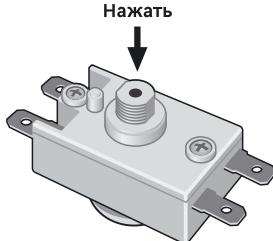

Рис. 3
Регулировка температуры воды во внутреннем баке осуществляется с помощью Кнопок на пульте управления терморегулятора (10), расположенным на защитной крышке водонагревателя. Термостат также содержит термовыключатель – устройство защиты ЭВН от перегрева, которое отключает ТЭН от сети при превышении температуры воды свыше +95°C ( $\pm 5^\circ\text{C}$ ). В процессе эксплуатации корпус ЭВН может нагреваться. Срабатывание термозащиты водонагревателя не является его неисправностью. Возврат водонагревателя в рабочее состояние осуществляется нажатием на шток термовыключателя, расположенного под защитной крышкой ЭВН (Рис. 3.)
Сработал или не включен термовыключатель	Отключить ЭВН от сети, снять защитную крышку, нажать до щелчка кнопку термовыключателя (Рис. 3), установить крышку и включить питание